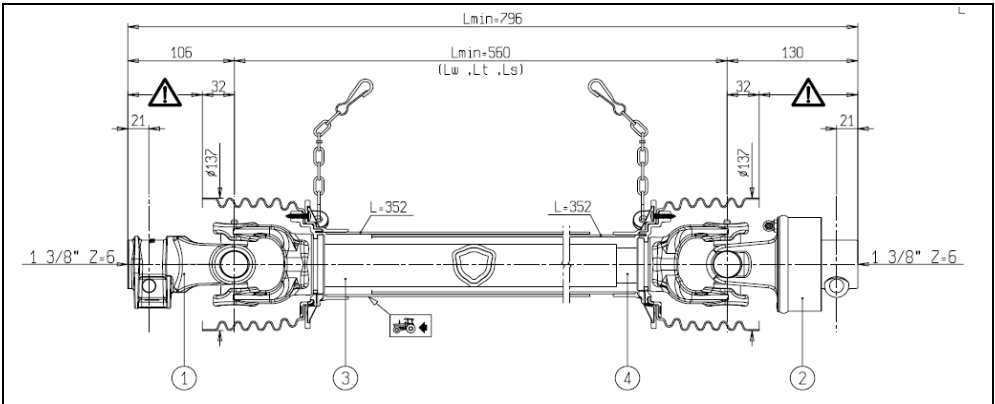

fig. 10
7. Siempre desenganche el tintineo tapón cuando la leva de elevación está en un ángulo muy amplio. (Ver imagen 10)
Por último, conecte la trituradora en el tercer punto superior y ajustar la varilla de asegurarse de que la trituradora es perfectamente horizontal. (Fig. 10)